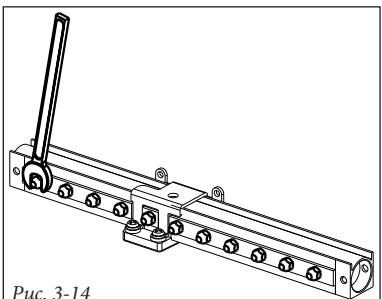

Рис. 3-14
- вывинтите форсунки и замените их на форсунки из предоставленного комплекта (Рис. 3-14).